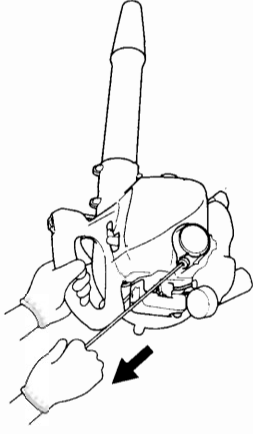

Fig. 7
3. Tire energicamente del arrancador de retroceso, tomando la precaución de mantener el asidero bien sujeto para evitar que se escape de la mano. (Fig. 7)